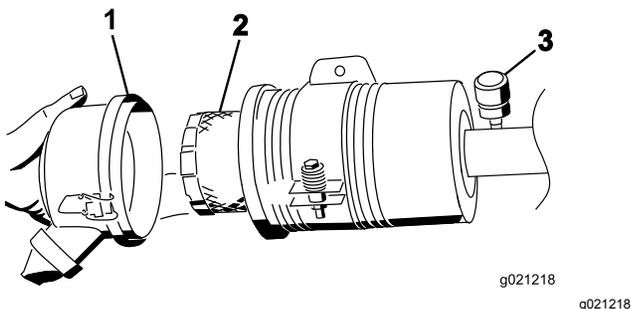

Figura 71
4. Togliete il filtro e sostituitelo (Figura 71).